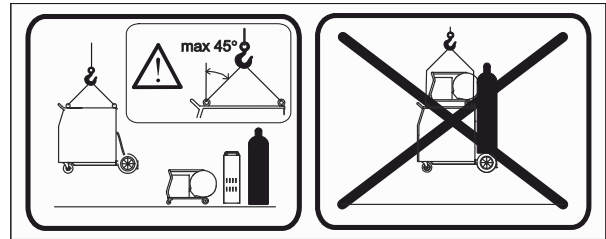

Figure 4
- Visser un boulon à œil et appliquer la charge axialement selon un angle de 45° conformément à la Figure 4.